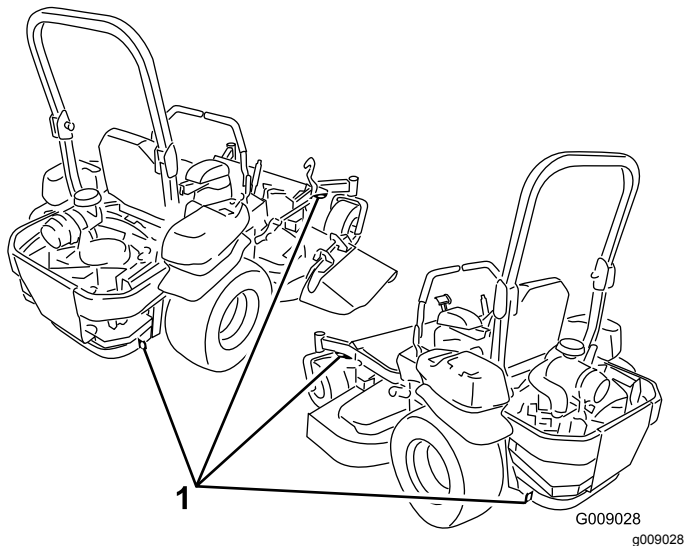

Figura 36
5. Utilize os pontos de fixação metálicos na máquina para prendê-la com segurança ao atrelado ou camião com cintas, correntes, cabo ou cordas (**Figura 36**).